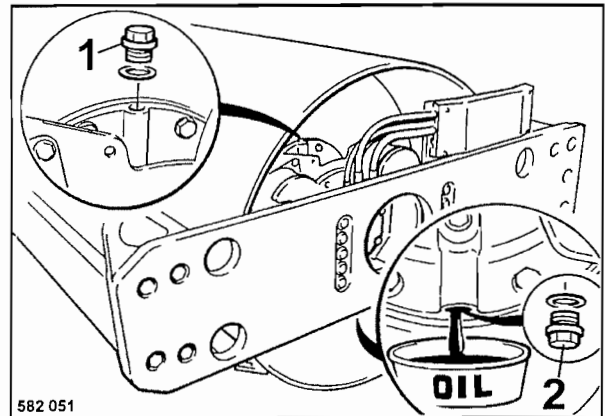

Fig. 84
- Estacionar el rodillo de forma que el tapón de descarga y llenado 2 (Fig. 84) se encuentra en el punto más abajo.
- Limpiar y desenroscar el tapón de control de aceite (1) y el tapón de descarga y llenado.